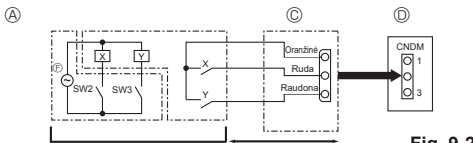

Fig. 9-2
9.2. Poreikio funkcija (modifikacija vietoje) (Fig. 9-2)